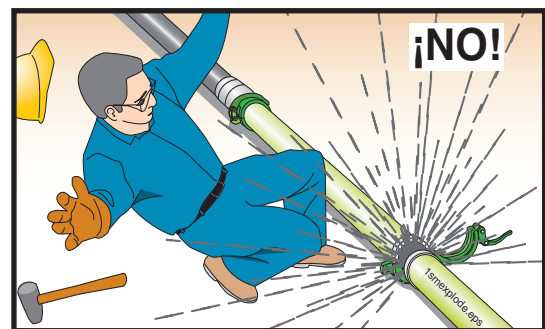

Figura 48
- Bombee para atrás por lo menos dos vueltas y, a continuación, pare la bomba. No permita que nadie abra la tubería hasta que haya hecho esto (Figura 48).